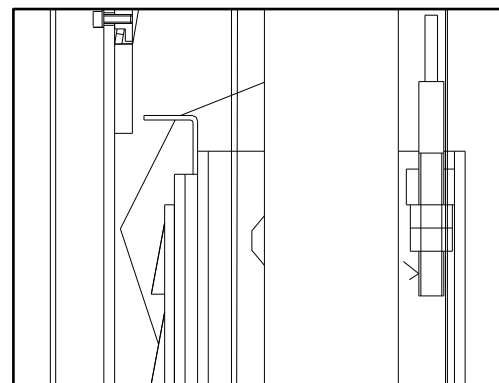

Bild 14
- ◆ Halten Sie die Gleichlaufseile beim Heben oder Senken im Gleichgewicht, siehe Bild 14.